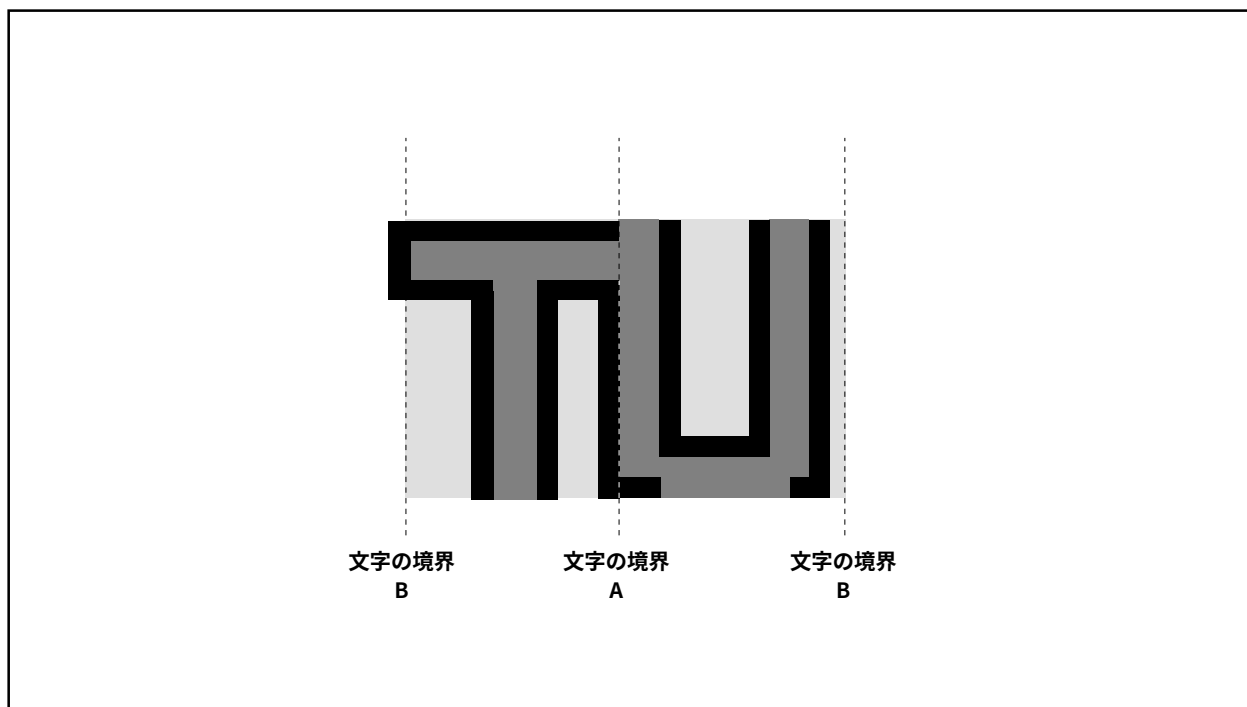

図2.16.37 フチドリの優先順位
- フチドリドットと、隣接する文字のキャラクタフォントが重なった場合、キャラクタフォントが優先されます（図2.16.37のA参照）。また、フチドリドットと、隣接する文字背景部が重なった場合、フチドリが優先されます（図2.16.37のB参照）。
- キャラクタフォントの文字領域をはみ出した上下方向のフチドリは表示されません（図2.16.37参照）。